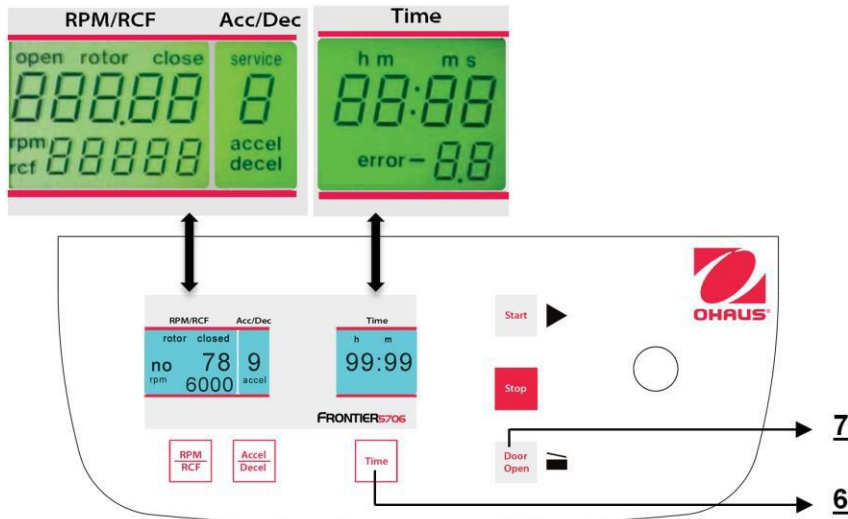

Figura 26
Cuando la centrífuga está apagada, presione al mismo tiempo los botones "Time"(6) y "Door Open" (7) y encienda el interruptor principal de la centrífuga. Ahora suelte ambos botones y como resultado se ejecuta una prueba de pantalla durante aproximadamente 5 segundos. Todos los indicadores aparecerán al mismo tiempo (vea la Figura 26).